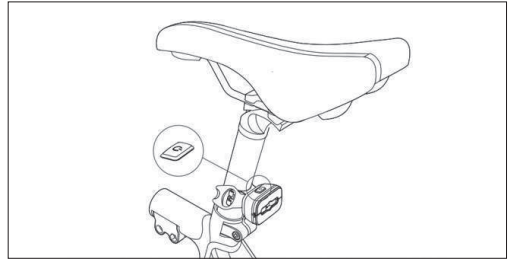

Figura 9-2
- Montați lampa spate pe țeava șeii, așa cum se arată în [Figura 9-2].